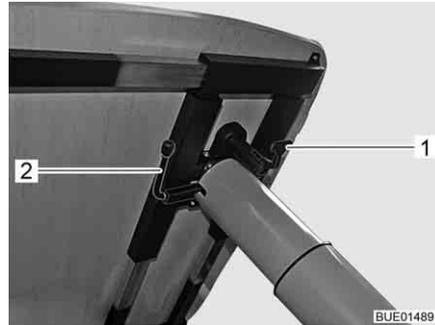

Fig. 105 Ajuste de la mesa elevadora
- Plegar hacia abajo la palanca de bloqueo (Fig. 105,1).
- Girar la palanca (Fig. 105,2) debajo del tablero de la mesa 180° en sentido contrario a las agujas del reloj. El mecanismo de elevación en la pata de mesa se desbloquea.
- Girar la palanca (Fig. 105,2) debajo del tablero de la mesa 180° en sentido contrario a las agujas del reloj. El tablero de la mesa se desplaza automáticamente hacia arriba hasta el tope final.